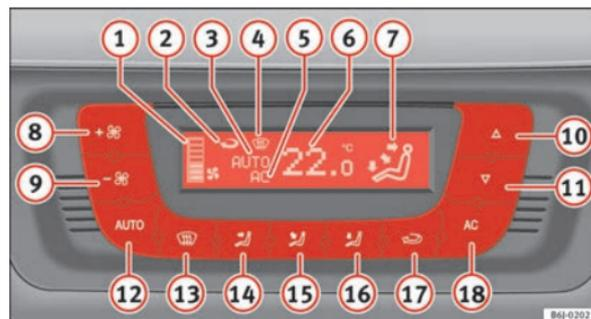

Abb. 92 In der Instrumententafel: Bedienelemente Climatronic
- Drücken Sie die Tasten 10 und 11 ⇒ Abb. 92, um die Temperatur einzustellen.
- ① Anzeige der Gebläsestufe
- ② Anzeige für Umluftstellung
- Drücken Sie die Taste **AUTO**. Die Anzeige \Rightarrow Seite 134, Abb. 92  erscheint.
- Drücken Sie die Tasten  und  \Rightarrow Seite 134, Abb. 92, um die im Fahrzeuginnenraum gewünschte Temperatur einzustellen. Es wird empfohlen, eine Temperatur von 22 °C (72 °F) einzustellen.
- Drücken Sie eine der Tasten ⇒ Seite 134, Abb. 92 **14** bis **16** oder drücken Sie den Gebläseregler **8** und **9**. Die Anzeige **3** erlischt.
Das Gebläse kann mit den Tasten **8** und **9** eingestellt werden ⇒ Seite 134, Abb. 92. Ist das Gebläse ausgeschaltet (am Display wird keine Gebläsestufe
- Drücken Sie die Taste , um den Umluftbetrieb ein- oder auszuschalten. Der Umluftbetrieb ist eingeschaltet, wenn das Symbol  ⇒ Seite 134, Abb. 92 im Display angezeigt wird.